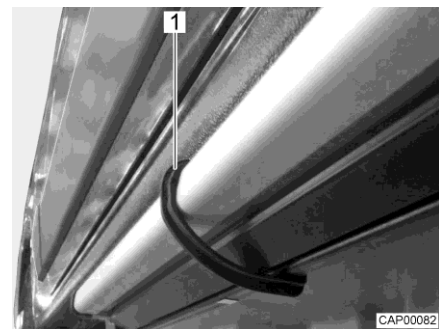

Fig. 3 Étrier de retenue (marchepied)
- Bloquer le marchepied avec l'étrier de retenue fourni (Fig. 3,1) pour empêcher tout glissement vers l'extérieur.